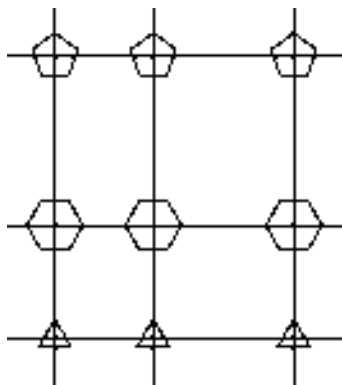

图 4-22 更改为“正六边形”
5) 在“标准柱”对话框中选择类型为“正六边形”的柱子, 将半径参数设置为 500, 替换图中的矩形标准, 结果如图 4-22 所示。